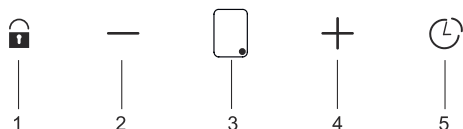

Fig. 16: Betjeningspanel
2. ➔ Efter dette skal du trykke på og holde  knappen lås nede, indtil "0" vises på det digitale display (Fig. 16/1).